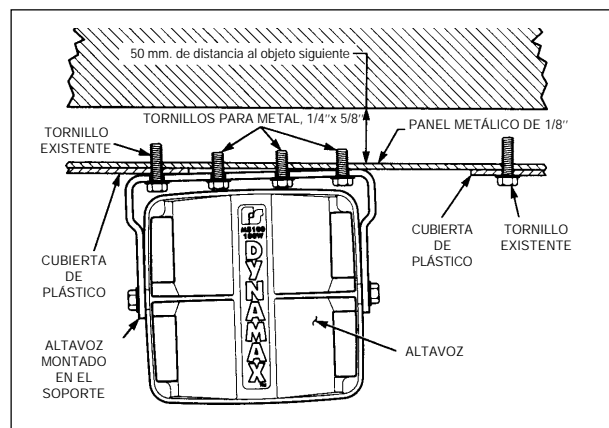

Figura 3.
b. Vea figura 3. Usando el taladro de soporte más exterior, instale temporalmente el soporte en la superficie de montaje con el tornillo previamente quitado.